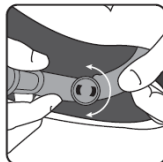

Fig. 4
4. Close the chinstrap as shown in Fig. 4, until you hear the click as the buckle locks into place. Pull on the chinstrap to make sure the buckle is closed properly. Tighten the chinstrap to a comfortable length.
4. Schließen Sie den Kinnriemen wie in Abb. 4 gezeigt, bis das Klickgeräusch bei Einrasten zu hören ist. Ziehen Sie am Kinnriemen auf eine bequeme Spannung. Zum Öffnen der Schnalle drücken Sie die Knöpfe an beiden Seiten der Schnalle und ziehen die beiden Teile der Schnalle auseinander.
4. Cierre la yugular tal como lo muestra la fig. 4, hasta oír el «click» de bloqueo de la hebilla. Debe tirar de la yugular para comprobar que la hebilla está correctamente bloqueada. Apriete la yugular de tal manera que esté cómodo.
4. Chiudere il sottogola come nella Fig. 4 fino ad avvertire il tipico "click" della chiusura rapida. Tirare il sottogola per controllare che la chiusura sia ben salda. Stringere il sottogola fino a sentirlo comodo.